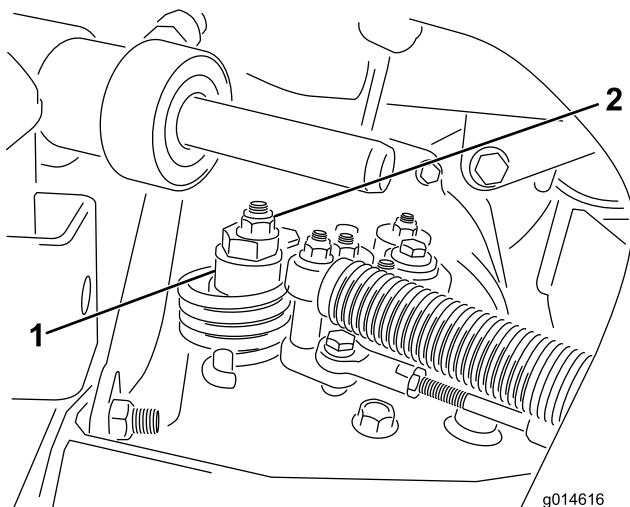

Figura 47
- A. Afloje la tuerca que sujeta el excéntrico a la parte superior del hidrostato (Figura 47).
- C. Gire el excéntrico hasta que no haya movimiento en ningún sentido. Cuando la rueda deje de girar, apriete la tuerca para bloquear el excéntrico y el ajuste (Figura 47). Compruebe el ajuste con el acelerador en las posiciones Lento y Rápido.